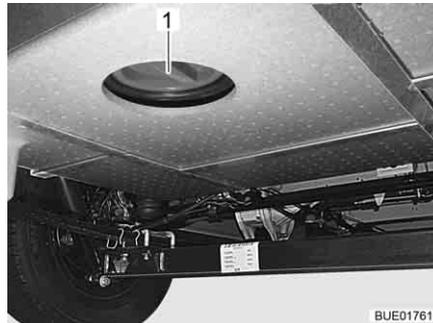

Fig. 256 Apertura per la pulizia sul serbatoio delle acque grigie
- A questo scopo aprire l'apertura per la pulizia (Fig. 256,1) per il serbatoio delle acque grigie e il rubinetto di scarico.